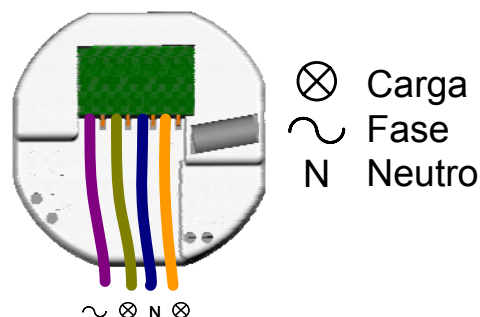

Figura 3. Conexión del ADD1310.
- Conectar los cables de Neutro, Fase, Carga1 y Carga2 en los terminales del ADD7242 según se muestra en la figura 3
- Conectar los cables de Neutro, Fase, Carga1 y Carga2 en los terminales del ADD7242 según se muestra en la figura 3.